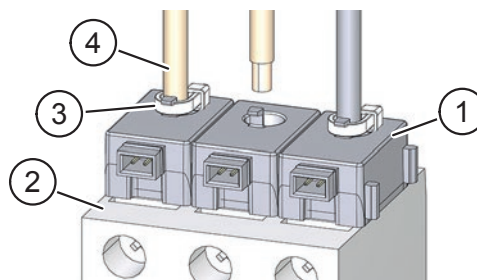

Fig. 3: Instalar los sensores de corriente
- ▶ Coloque los sensores de corriente interconectados (Pos. 1 en Fig. 3) sobre la cara superior del interruptor automático (Pos. 2 en Fig. 3), de forma que los agujeros en los sensores de corriente estén alineados con los agujeros para conductores en el interruptor automático.
- ▶ Conduzca los conductores (Pos. 4 en Fig. 3) a través de los agujeros en los sensores de corriente y fije los conductores en los bornes del interruptor automático.
- ▶ Fije ambos conductores exteriores con sujetacables (Pos. 3 en Fig. 3) en las salientes de los sensores de corriente.